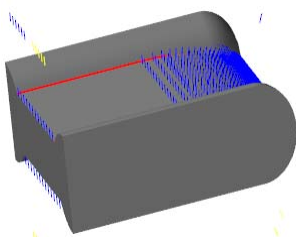

图 12.8.12 刀具路径
Step6. 单击“多轴刀具路径-两曲线之间形状”对话框中的 ☒ 按钮，此时系统将自动生成图 12.8.12 所示的刀具路径。
Step2. 在“路径模拟控制”操控板中单击  按钮，系统将开始对刀具路径进行模拟，结果与图 12.8.12 所示的刀具路径相同；单击“路径模拟”对话框中的  按钮，关闭“路径模拟控制”操控板。
Step3. 保存文件模型。选择下拉菜单  文件(F)   保存(S) 命令，保存模型。